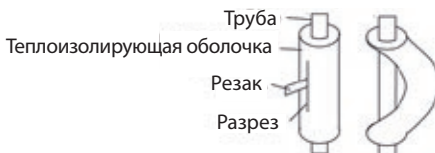

Рис. 7
4. Не сгибайте трубу в том виде, как она есть. Труба будет смята. Сначала разрежьте теплоизоляционную трубку острым резак, как показано на Рис. 7, затем согните трубу без теплоизоляции. Согните трубу так, как нужно, наденьте на нее теплоизоляционную трубку и закрепите ее лентой.